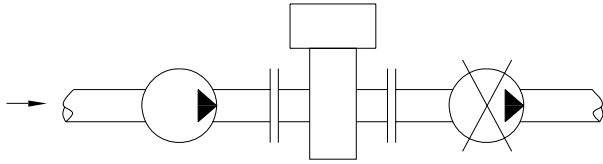

图 6-7
6.2.6 装有泵的管线，决不能在泵抽吸侧安装流量计（防止真空）见图 6-7